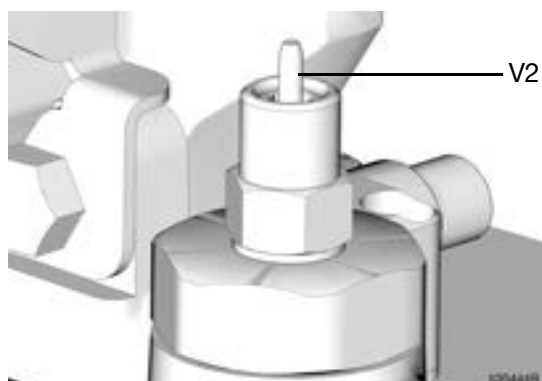

FIG. 16
- Vérifiez le bon fonctionnement de la ventilation du reniflard (J) avant de remplir le réservoir (K).
- Ne remplissez pas le réservoir (K) au-delà de l'orifice de trop-plein (H).
- N'utilisez pas le reniflard (J) comme orifice pour remplir le réservoir.
- Démarrez la pompe de la station de remplissage distante (AA).
- Lorsque le réservoir (K) est rempli :
- la pompe de la station de remplissage distante (AA) cale (se bloque),
- la broche du mécanisme d'arrêt du remplissage automatique (v2) se soulève, comme montré à la FIG. 16,